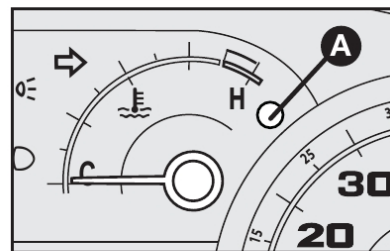

fig. 37
### INDICADOR DE TEMPERATURA DO LÍQUIDO DE ARREFECIMENTO DO MOTOR - fig. 37
**Advertência:** se o indicador estiver no início da escala (temperatura baixa) com a luz-espia A-fig. 37 de excesso de temperatura ou com a luz-espia  do sistema de injeção acesa, é sinal de anomalia no sistema. Neste caso, procurar a Rede Assistencial Fiat.